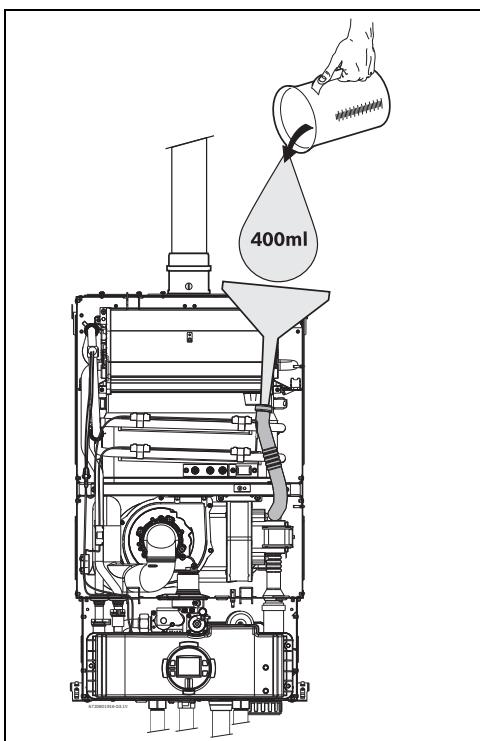

Рис. 62 Заполнение устройства для сбора конденсата после установки.
- ▶ Заполните устройство для сбора конденсата, залив примерно 14 унций (400 мл) воды через верхнюю часть сливной трубы. Во избежание повреждение прибора используйте при этом воронку, см. Рис. 62 .